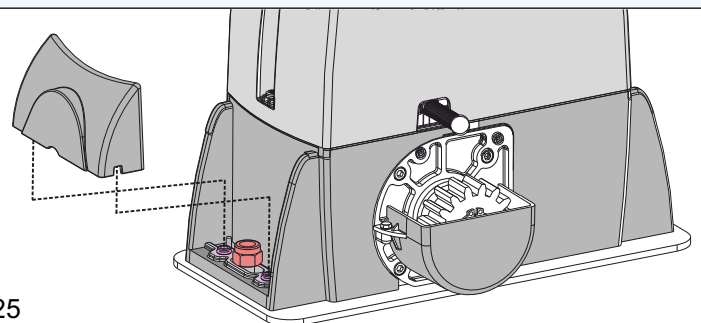

Fig. 25
11.1. A la fin de l'installation mécanique et après avoir exécuté tous les réglages nécessaires, monter les deux couvre-vis du motoréducteur comme montré en Fig. 25